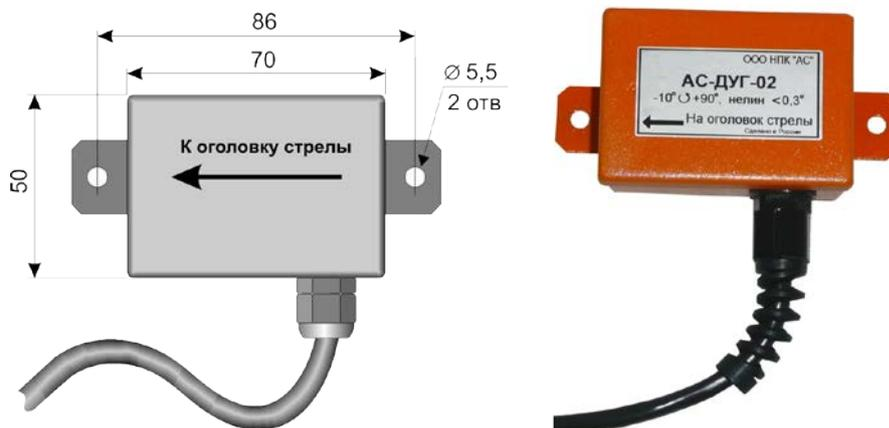

Рис. 6
6.6. Датчик угла наклона, Рис.6, представляет собой электронный потенциометр, приводимый в действие силой гравитации и преобразующий угол наклона в электрический сигнал. В стреловом исполнении устанавливается один датчик угла - сбоку на корневой секции стрелы. В башенном исполнении устанавливаются два датчика угла: один датчик - сбоку на корневой секции стрелы, а второй - сбоку на корневой секции маневрового гуська, рис.1.